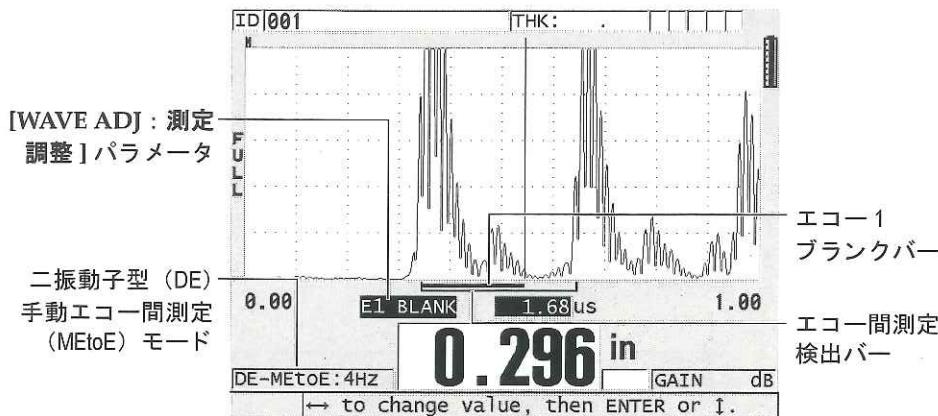

図 5-14 手動エコー間測定モードでの測定
**DE-MEtoE** インジケータは厚さ測定値の左に表示されます。エコー間測定検出バーは、自動エコー間測定モードに似ていますが、エコー検出に除外する領域を示す調整可能なエコー 1 ブランクバーが含まれます (76 ページ図 5-14 参照)。